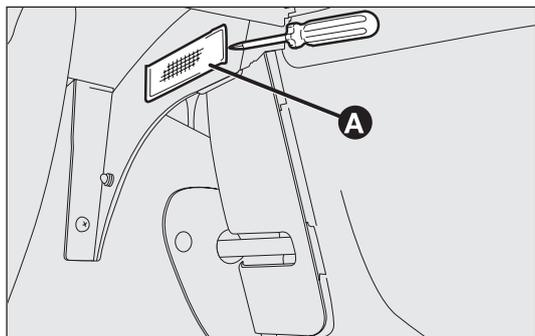

fig. 163
- con el destornillador suministrado, extraiga la lámpara interior A-fig. 163 accionando en el punto indicado;